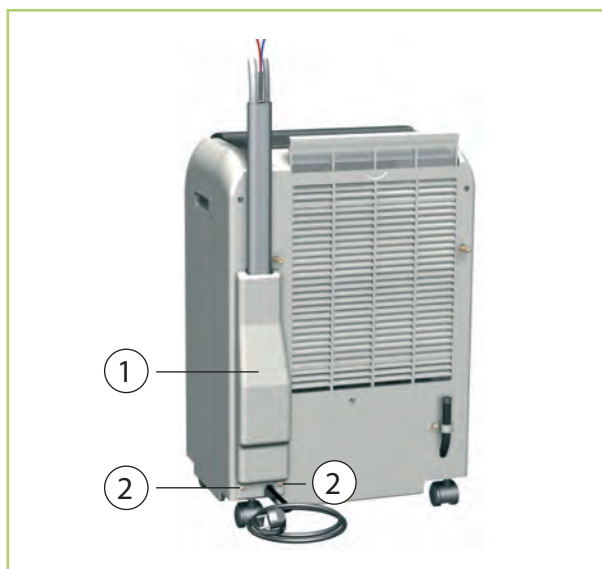

Abb. 12: Rückansicht Innengerät
3. ➤ Entfernen Sie die 2 Schrauben der Abdeckung auf der Rückseite des Gerätes (Abb. 12).